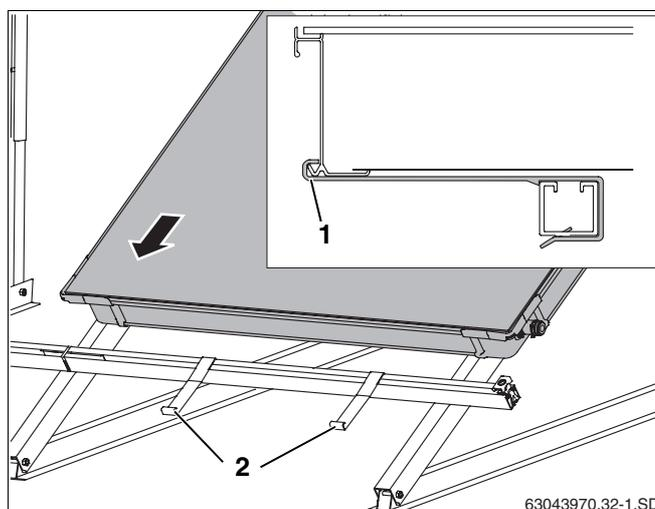

Fig. 46 Poser le premier capteur sur les rails profilés
- Poser le premier capteur sur les rails profilés et laisser glisser dans les dispositifs anti-glissement (fig. 46, **pos. 2**) (fig. 46).
Le bord inférieur du capteur doit se trouver dans l'orifice du dispositif anti-glissement (fig. 46, **pos. 1**).